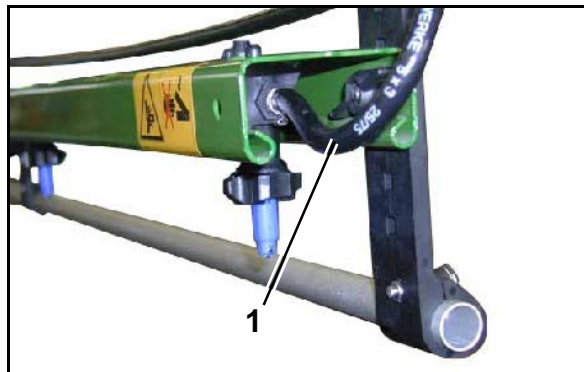

Fig. 177
- ermöglicht bei eingeschaltetem Druck-Umlauf-System einen ständigen Flüssigkeits-Umlauf in der Spritzleitung. Hierzu ist jeder Teilbreite ein Spülanschluss-Schlauch (Fig. 177/1) zugeordnet.
- ein Spülanschluss-Schlauch (Fig. 177/1) pro Teilbreite.